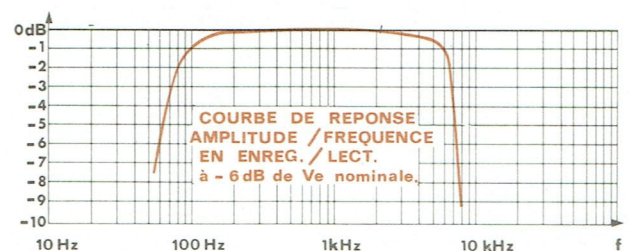

Fig. 17
- Après enregistrement, lire le signal puis régler le potentiomètre de volume pour obtenir $V_s = 1 \text{ V}$ au point de lecture ce qui correspond au niveau de référence 0 dB de la figure 17.